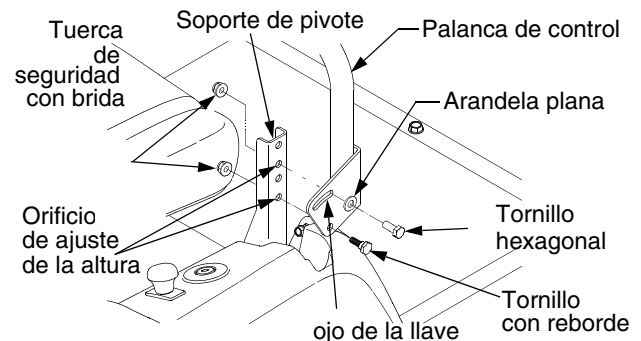

Figura 21
- Mientras sostiene la palanca de control para evitar que caiga, quite la tuerca de seguridad con brida de bulón hexagonal y el tornillo con reborde de la base de la palanca de control y soporte de pivote. Consulte la Figura 21.
Si todavía está apretada, afloje la tuerca de seguridad con brida y rote la palanca de control hacia adelante o hacia atrás a la posición deseada. Vea Figura 21.